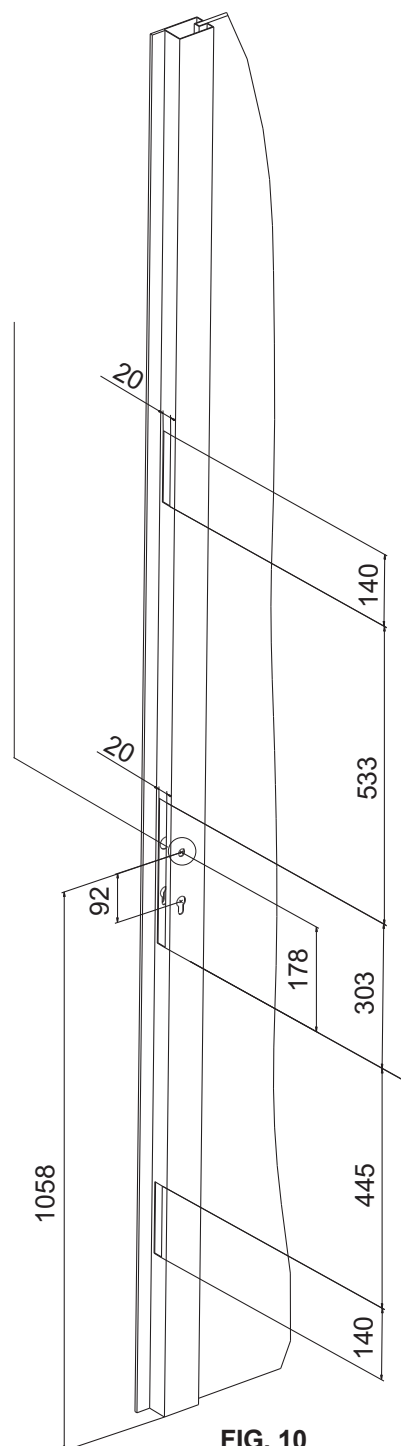

FIG. 10
a) Realice en el perfil las ranuras con las dimensiones indicadas en la Fig. 10.
**Advertencia:** Colocando el perno cuadrado de la manilla a 1.058 mm de la base inferior del perfil (según lo indicado en la Fig. 10), la altura de la barra antipánico desde el suelo estará comprendida entre 900 y 1.100 mm, según lo recomendado por la norma EN 1125:2008, y no será necesario cortar la parte inferior del elemento frontal.
**Advertencia:** Colocando el perno cuadrado de la manilla a 1.058 mm de la base inferior del perfil (según lo indicado en la Fig. 10), no será necesario cortar la parte inferior del elemento frontal.